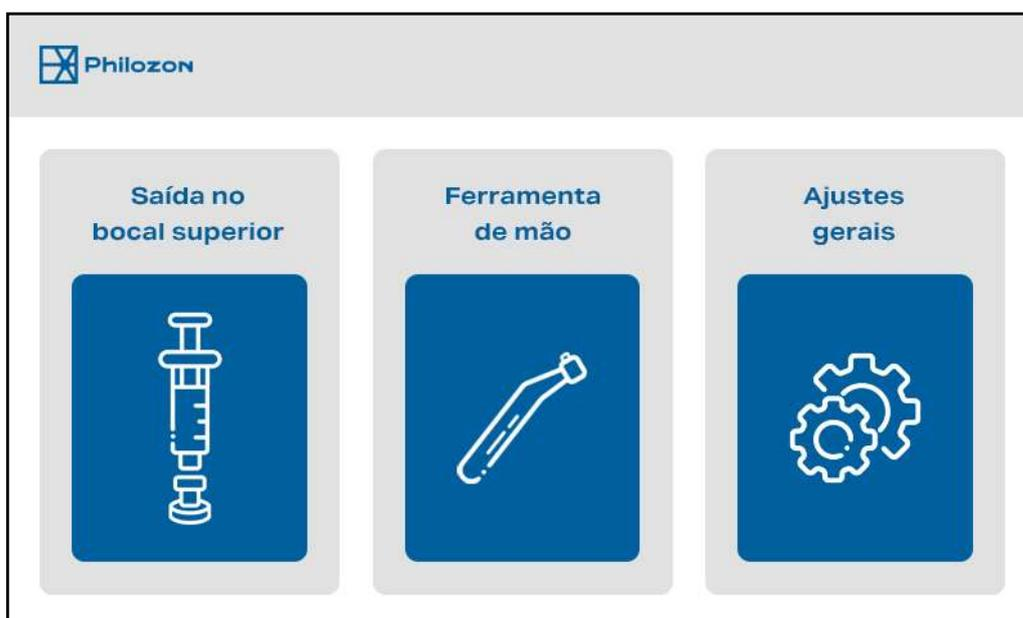

Figura 12 - Tela do menu principal
c) Em seguida, aparecerá a tela do menu principal, ilustrada na Figura 12